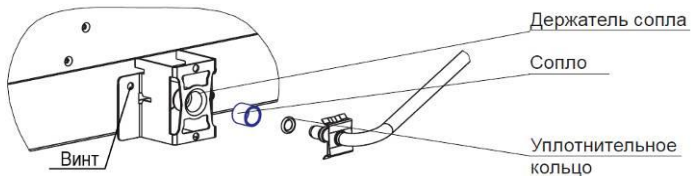

Рис. 7 Замена сопла подовой горелки
- Отверткой отсоединить клипсу крепления газопровода от скобы и заменить сопло согласно Табл.2(Рис. 7).